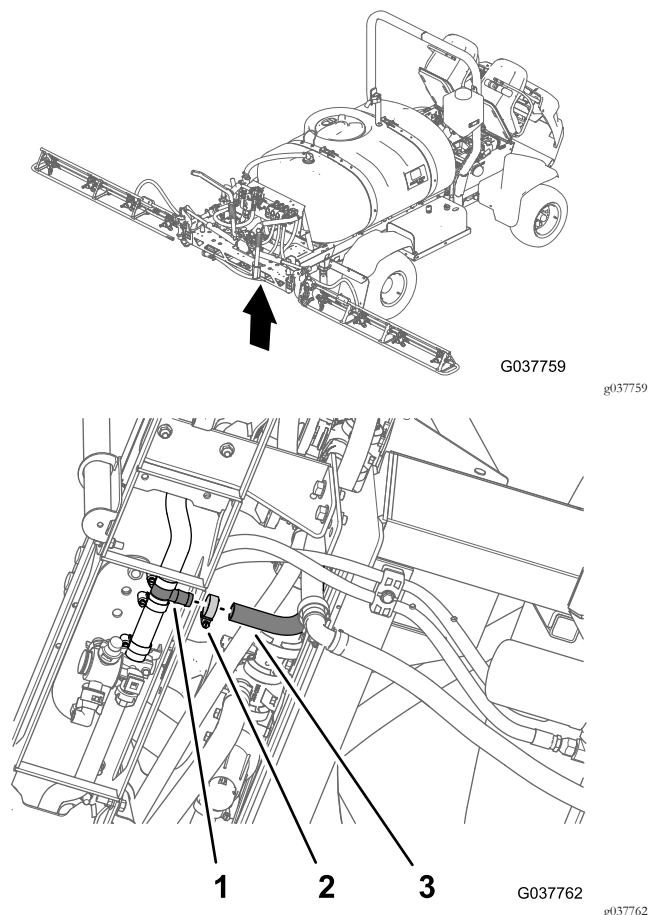

图85
1. 将中央喷洒臂供水软管安装到中央喷洒臂段的 T 形接头上图85。